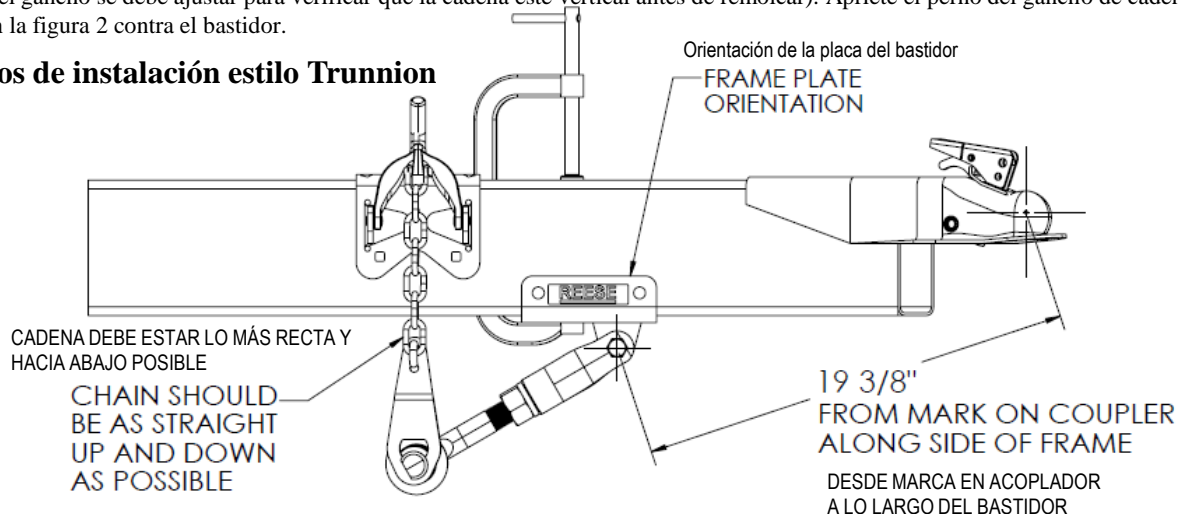
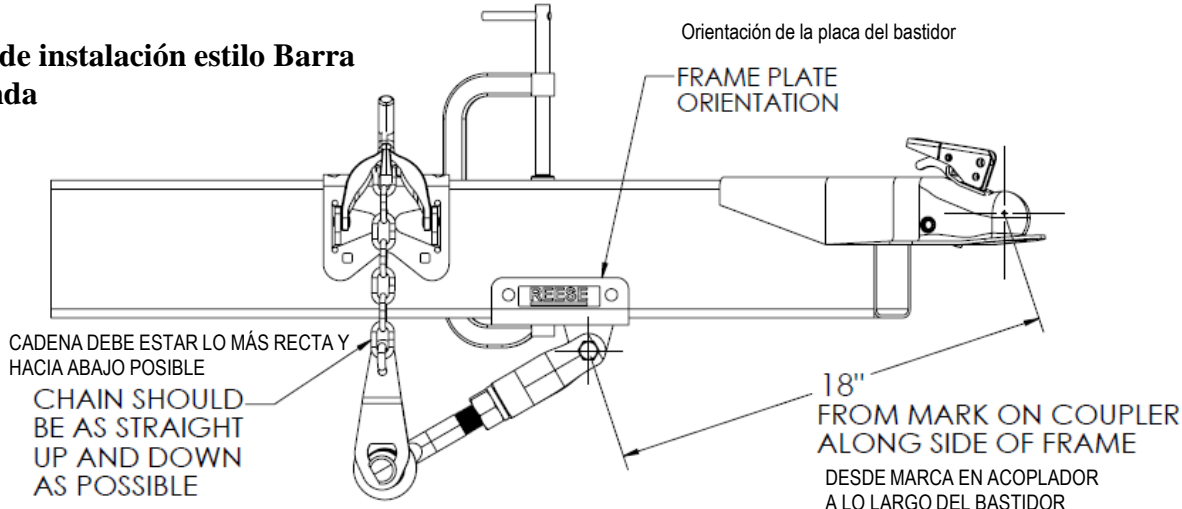
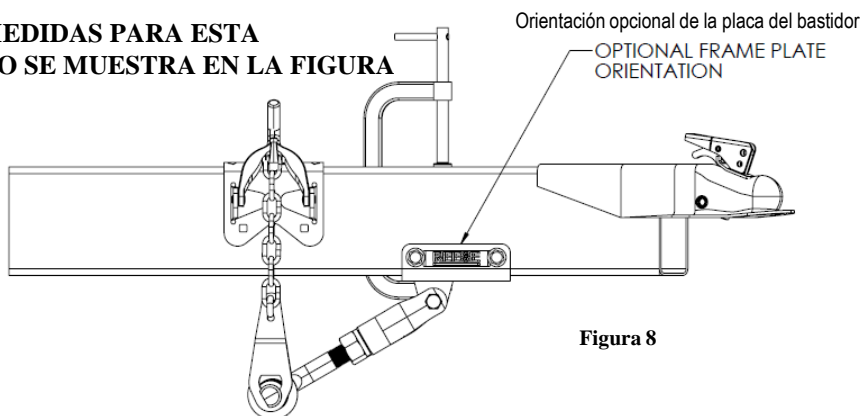

Figura 6 – Ubicaciones aproximadas del brazo de leva para kits de distribución de peso estilo Trunnion
Figura 7 – Ubicaciones aproximadas del brazo de leva para kits de distribución de peso estilo Barra Redonda
Figura 8
4. Con una abrazadera en C adecuada para acomodar su altura del bastidor del remolque y la placa del bastidor del sistema Doble Leva HP, sujete temporalmente el ensamble del brazo Doble Leva HP al bastidor del remolque y placa del bastidor del sistema Doble Leva HP como se muestra en la **figura 6** para los kits de distribución de peso estilo Trunnion, para kits de distribución de peso estilo barra redonda, siga las dimensiones en la figura 7.
5. Coloque la placa del bastidor en la dimensión que se muestra para su tipo de kit de distribución de peso (estilo Trunnion o barra redonda). Mida desde la marca en el acoplador esférico hasta el centro del perno de pivote del brazo de leva como se muestra en la figura 6 ó 7. Si la placa del bastidor interfiere con cualquier parte del bastidor del remolque, la orientación se puede cambiar al alternar lados, vea la figura 8 para una orientación Opcional de la placa del bastidor – mantenga las mismas dimensiones desde el centro del acoplador hasta el pivote del brazo de leva sin importar la orientación de la placa del bastidor.
SIGA LAS MISMAS MEDIDAS PARA ESTA ORIENTACIÓN COMO SE MUESTRA EN LA FIGURA 6 Ó 7.